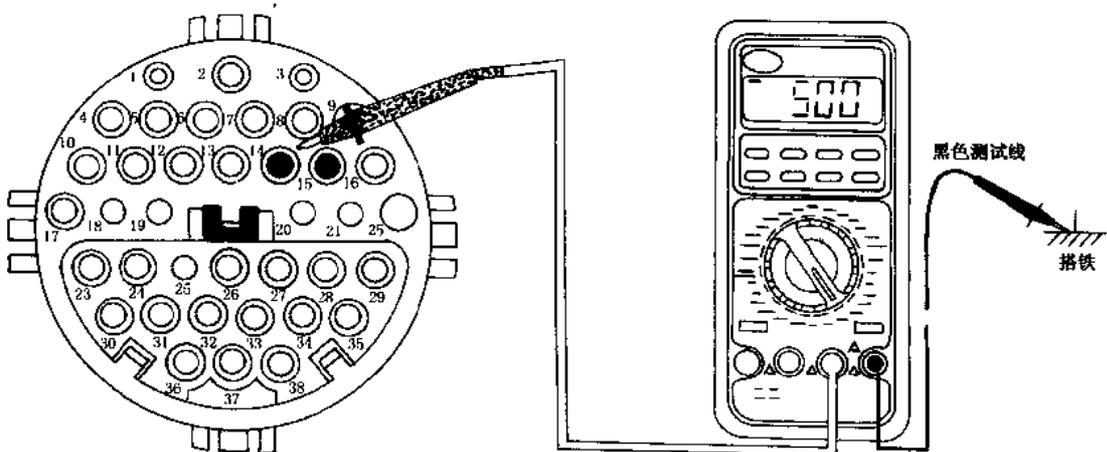

图 1-2-2 38 孔诊断座读取百分比故障码
2. 由 38 孔诊断座中 14 # 孔、15 # 孔读取百分比故障码(LH)(图 1-2-2)。